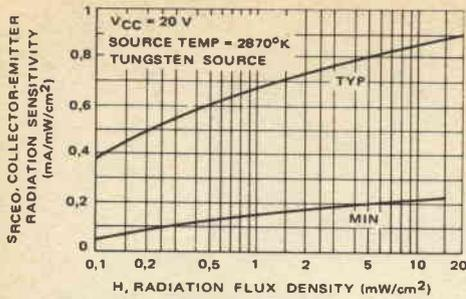

Fig. 5 - Sensibilità di radiazione della MRD450.
**Sensibilità alla radiazione** - La curva di risposta del fototransistore MRD450 (della Motorola) alla radiazione incidente è mostrata nella fig. 5. Questa curva è stata tracciata usando come sorgente di luce la lampada al tungsteno, alla temperatura di "colore" di  $2870^\circ$  (cioè temperatura riferita a un corpo nero).